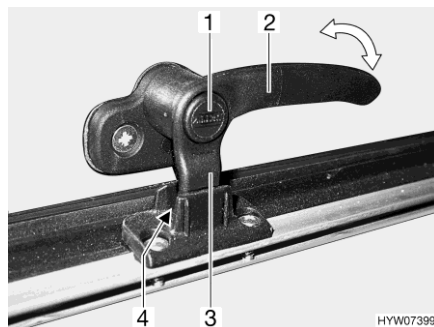
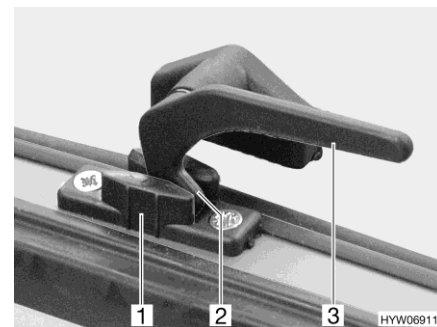

Fig. 72 Leva di serraggio con bottone di sicurezza in posizione "Aerazione continua"
Fig. 73 Leva di serraggio in posizione "Aerazione continua"
- In posizione di "Aerazione continua" (Fig. 72 e Fig. 73)
- Se presente, premere e tenere premuto il bottone di sicurezza (Fig. 72,1).
- Ruotare la leva di serraggio (Fig. 72,2 o Fig. 73,3) di un quarto di giro verso il centro della finestra.
- Girare nuovamente all'indietro la leva di serraggio. Riportare contemporaneamente il nasello di chiusura (Fig. 72,3 o Fig. 73,2) della leva di serraggio nella rientranza della chiusura della finestra (Fig. 72,4 o Fig. 73,1).
- Se presente, rilasciare il bottone di sicurezza (Fig. 72,1).